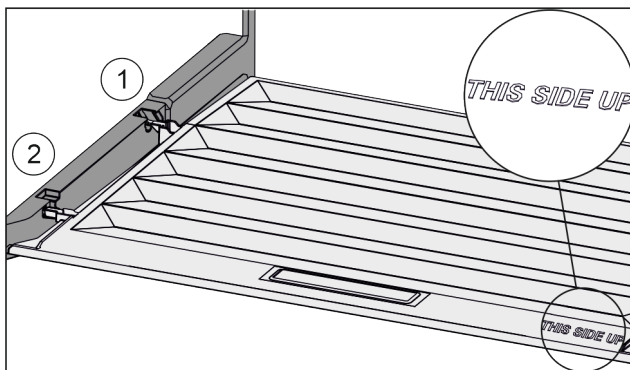

Fig. 97
- ▶ Introduire les rainures du couvercle par l'orifice du support arrière Fig. 97 (1) et les enclencher à l'avant dans le support Fig. 97 (2).